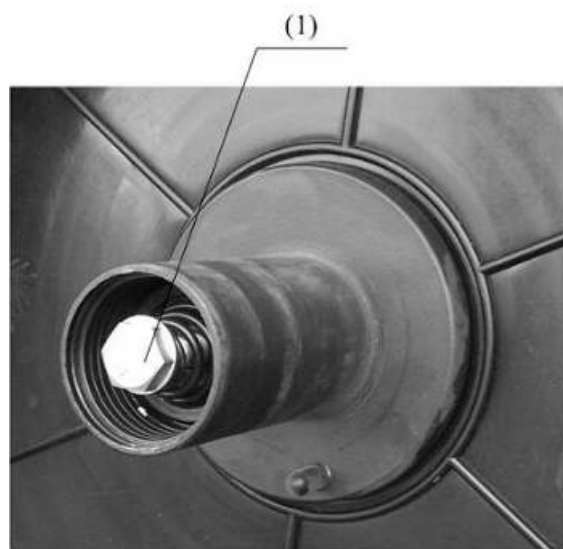

Рис. 5. Винт регулировки тормозного усилия
С помощью гаечного ключа поверните винт регулировки тормозного усилия направляющей катушки проволоки (1), чтобы отрегулировать тормозное усилие (как показано на Рис. 5). Тормозное усилие должно быть среднего значения, чтобы сварочная проволока не повреждалась при остановке катушки с проволокой; тормозное усилие не должно быть слишком сильным, иначе нагрузка на двигатель увеличится. Чем выше скорость подачи проволоки, тем большее требуется тормозное усилие.